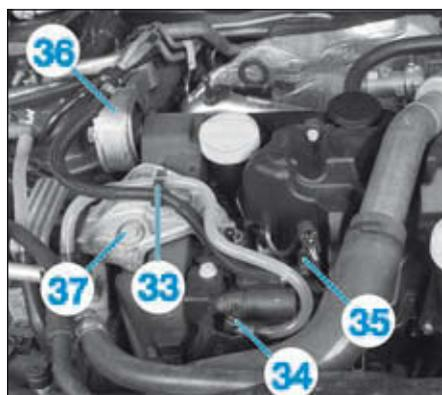

FIG.116
- Dégrafer les durits de carburant (33) (Fig.116).
- la durit d'alimentation (34),
- la durit de retour (35).